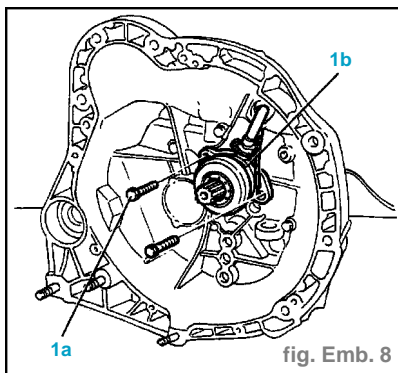

fig. Emb. 8
- Dévisser les vis (1a) de fixation du cylindre coaxial (1b) ; déposer le cylindre de l'arbre primaire (fig. Emb. 8).